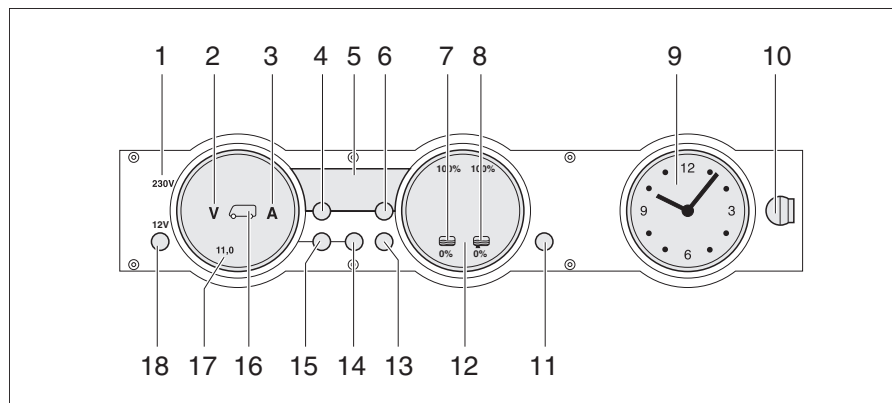

Fig. 249 Panneau de contrôle MP 20-T
Le voyant de contrôle 230 V (Fig. 249,1) s'allume si l'arrivée du bloc électrique est sous tension de réseau.
L'interrupteur principal 12 V (Fig. 249,18) établit ou coupe le panneau de contrôle et l'alimentation 12 V de la cellule.
- Appuyer brièvement sur la touche "12 V" (Fig. 249,18). L'alimentation 12 V de la cellule est assurée. L'indicateur de contrôle "12 V" s'allume.
- ▷ La tension de la batterie de cellule est trop faible quand les DEL "11,0" de l'affichage en Volt et le symbole Volt "V" (Fig. 249,2) clignotent dans l'indicateur des batteries (Fig. 249,17) après la mise sous tension. Charger la batterie.
- ▷ La coupure de batterie est active quand l'indicateur de contrôle "12 V", le symbole de la batterie de cellule (Fig. 249,16) et le symbole Volt "V" (Fig. 249,2) clignotent trois fois après la mise sous tension. Désactiver la coupure de batterie.
- Appuyer brièvement sur la touche "12 V" (Fig. 249,18). L'alimentation 12 V de la cellule est coupée. L'indicateur de contrôle "12 V" s'éteint.
- Appuyer sur la touche batterie de cellule (Fig. 249,14) et la maintenir enfoncée pendant 10 secondes environ. Les symboles Volt "V" (Fig. 249,2) et Ampères "A" (Fig. 249,3) clignotent trois fois. La batterie de cellule est coupée du réseau de bord de 12 V.
- Appuyer sur la touche "12 V" (Fig. 249,18) et la maintenir enfoncée pendant 5 secondes environ. Le symbole Volt "V" (Fig. 249,2) clignote trois fois. La batterie de cellule est branché au réseau de bord 12 V. L'indicateur de contrôle s'allume au bout d'env. 2 secondes.
- Appuyer sur la touche de la batterie de cellule  (Fig. 249,14). Le symbole Volt "V" (Fig. 249,2) s'allume. Le symbole Ampères "A" est, suivant son niveau de charge, blanc ou rouge. La tension de la batterie et le courant de la batterie de cellule sont affichés au moyens de DEL à l'intérieur de l'indicateur.
- Appuyer sur la touche de la batterie de démarrage  (Fig. 249,15). Le symbole Volt "V" (Fig. 249,2) s'allume. Des DEL à l'intérieur de l'indicateur indiquent la tension de la batterie de démarrage.
- Appuyer sur la touche réservoirs  (Fig. 249,13). Les symboles réservoir d'eau  (Fig. 249,7) et réservoir d'eaux usées  (Fig. 249,8) s'allument. Des DEL à l'intérieur de l'indicateur indiquent le niveau du réservoir d'eau (échelle de gauche) et celui du réservoir d'eaux usées (échelle de droite).
Le symbole Volt "V" (Fig. 249,2) et les DEL "11,0" clignotent dès que la tension de la batterie descend en dessous de 11 V (mesurée en marche) et qu'il y a risque de décharge profonde de la batterie.
Le symbole du réservoir d'eau  (Fig. 249,7) ou celui du réservoir d'eaux usées  (Fig. 249,8) clignote quand le réservoir d'eau est vide ou que le réservoir d'eaux usées est plein.